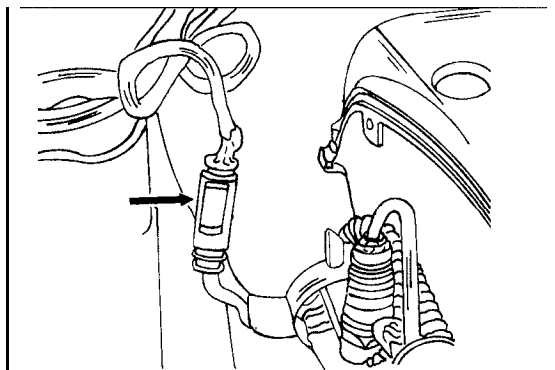

Bild 207
- Dem Kabelverlauf zum Anschluss der Lambda-Sonde verfolgen und den Stecker trennen (siehe Bild 207).